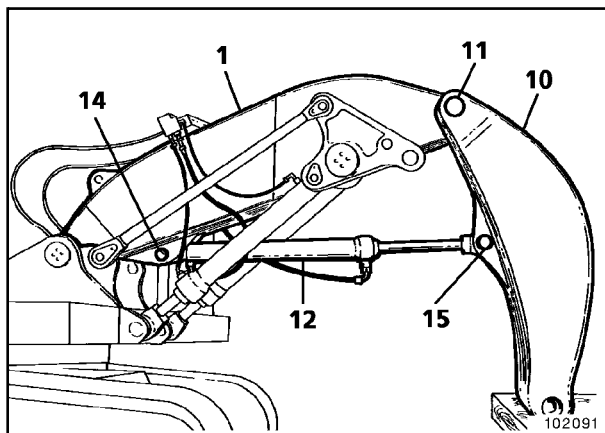

Fig. 8
- Poner la pluma de la cuchara (10, Fig. 8) en la posición de montaje. Acoplar el pescante (1) por el perno (11) con la pluma de la cuchara.
- Poner el cilindro de la pluma (12) en la posición de montaje. Hacer salir el vástago de émbolo y acoplar el ojo de alojamiento del cilindro por el perno (15) con la pluma de la cuchara.